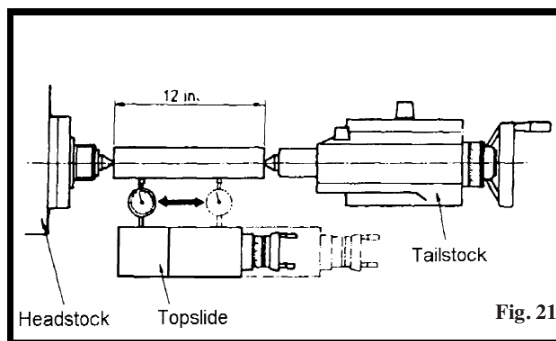

Fig. 21
1. Spenn fast en 12"-toms polert stålspindel mellom senterpunktene på spindeldokken og dubbdokken (se fig. 21).